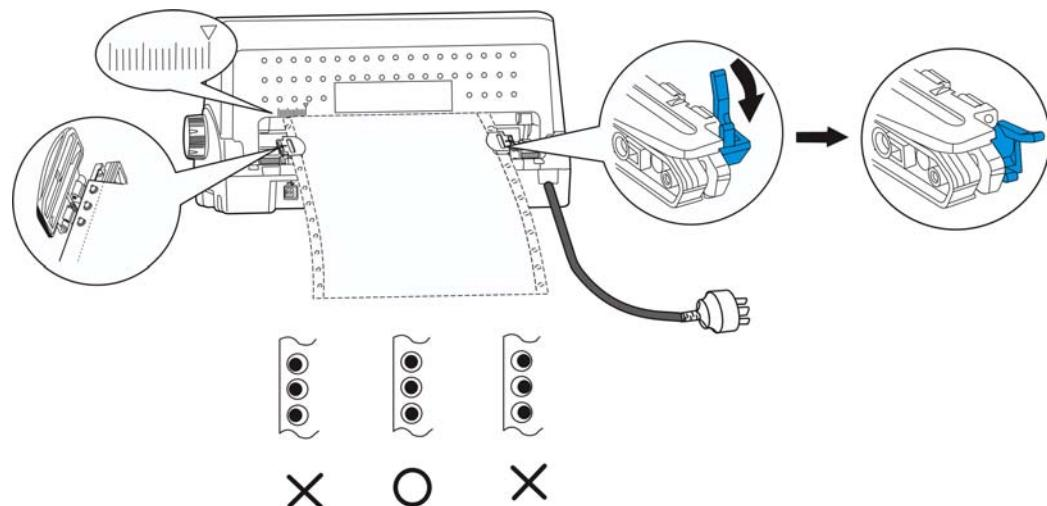

图 3-10 调整右边牵引器位置
5. 调整右边牵引器，确认纸张安装正确，保证连续纸链状孔要对应牵引器上的链状突出位（如图 3-10 所示）。